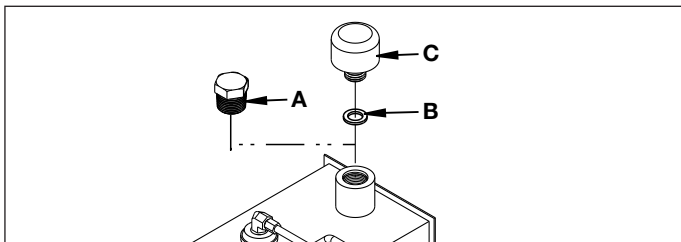

Figura 3, Installazione Coperchio Riempimento
Sulle pompe nuove, rimuovere il tappo di spedizione dal serbatoio (A) ed al suo posto installare la rondella del filtro (B) ed il coperchio di riempimento (C). Vedere la Figura 3.
Il serbatoio é PIENO quando il livello dell'olio é in cima al serbatoio come mostrato in Figura 3. La capacità dell'olio é di circa 3,8 litri [1 gallone US]. Usare Olio Enerpac Tipo HF.